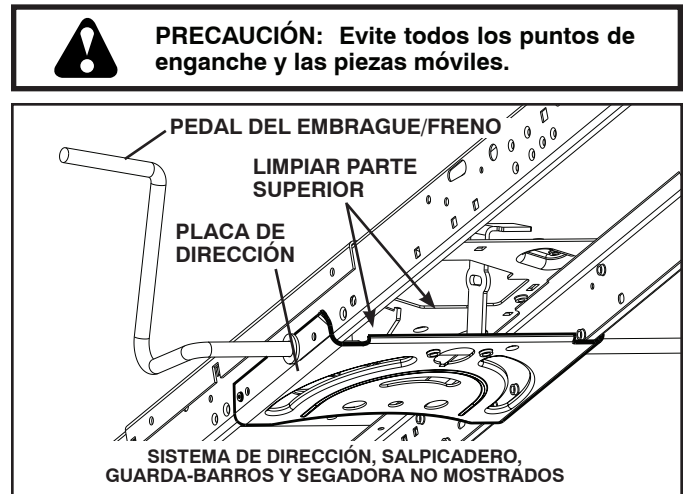

Fig. 33
- Limpie los desechos de la placa guía. Los desechos pueden limitar el movimiento del eje del pedal del freno/embrague, lo que hará que patine la correa y que se pierda la tracción. Vea Fig. 33.